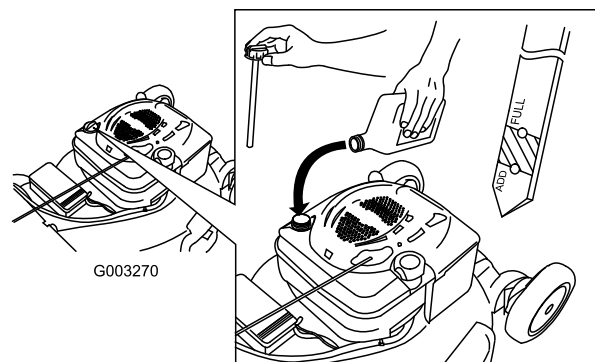

Figure 11
1. Retirez la jauge, essuyez-la sur un chiffon et remettez-la dans le goulot de remplissage (Figure 11).
2. Sortez de nouveau la jauge et contrôlez le niveau d'huile (Figure 11). Si le niveau n'atteint pas le repère minimum (Add) de la jauge, versez **lentement** suffisamment d'huile dans le goulot de remplissage pour faire monter le niveau au repère maximum (Full). **Ne remplissez pas excessivement.** (Remplissage max. : 0,59 l (20 oz), type : huile détergente SAE 30W de classe de service API SF, SG, SH, SJ, SL ou supérieure.